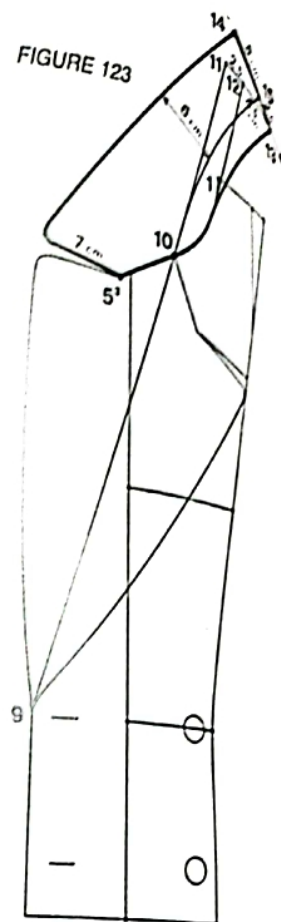

FIGURE 123
TRACE DU DESSOUS DE COL (FIG. 123)
- 14²-5³ :** dessiner le bord du tombant et la pointe du col dans la forme montrée sur la figure 123.